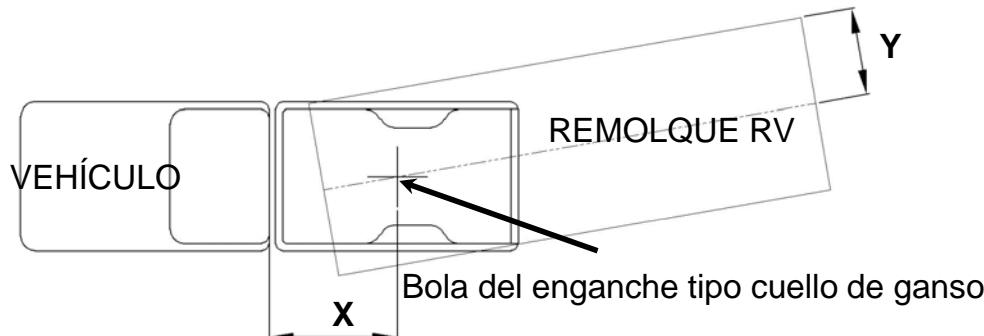

**Fig. 3**
- (Ver Fig. 3) Si tiene dudas haga que un técnico calificado pese el pin.
4. Aproximadamente 15%-25% del peso del remolque debe estar en el enganche (peso del Pin). (Ver Fig. 3)